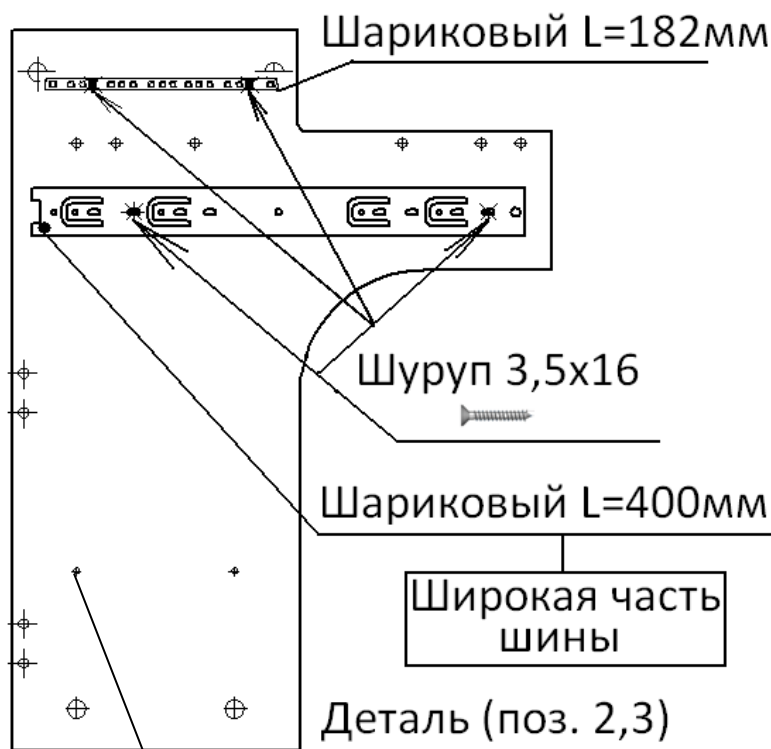

Рисунок 7
4. Используя шуруп 3,5x16 потай закрепить шариковые направляющие L=182мм на деталь (поз 2,3,11) См. рисунок 7,8.
14. Установить полкодержатель на деталь (поз. 2,3). См. рисунок 7.